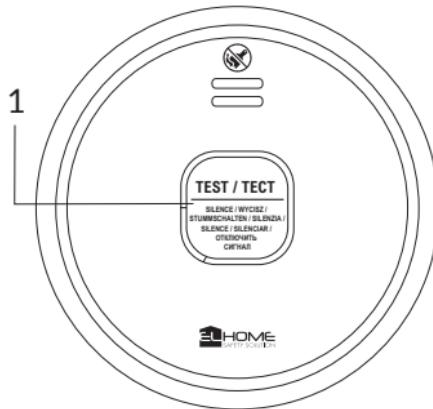

Fig. 5
Premere il pulsante di test sul dispositivo (fig. 5, pos. 1) per circa 3 secondi. Dopo aver sentito il suono dell'allarme acustico intermittente, rilasciare il pulsante. Una serie di segnali acustici intermittenti indica il corretto funzionamento del dispositivo.